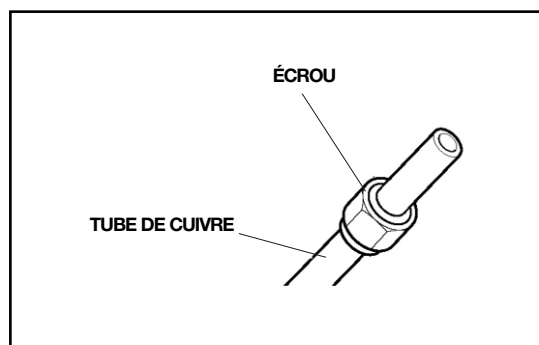

fig.14
3. Monter les raccords de connexion (fig. 14): Enlever les écrous montés initialement sur les robinets des unités interne et externe et les accoupler aux tuyaux de cuivre ébavurés (N.B : il ne sera plus possible d'exécuter l'opération après avoir réalisé les gabarits).